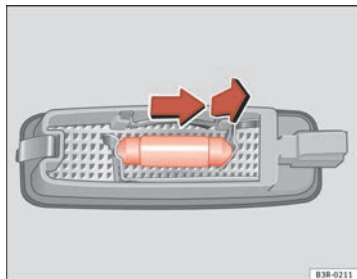

Fig. 244 Smontaggio della luce dell'aletta parasole
- Rimuovere la lampada, muovendola verso l'esterno nel senso della freccia ⇒ fig. 244. ■